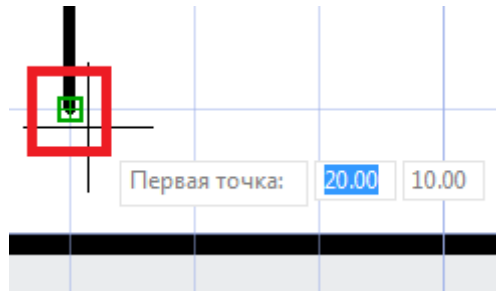

Рисунок 2.11
- подвести курсор к точке начала первого отрезка. После захвата точки режимом Привязка – появления квадратного маркера, выполнить *КПК* (рис. 2.11).